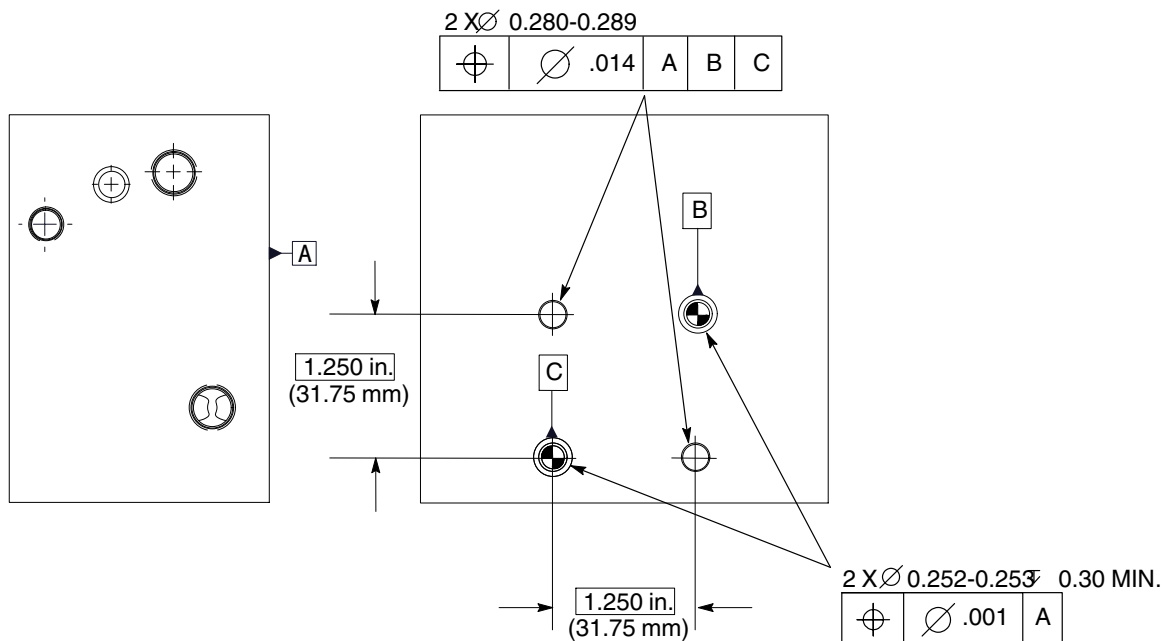

Abb. 4 Montage als Einzelgerät
1. Siehe Abbildung 4 zu den Werten für die Montage des Auftragskopfes an einer Montagefläche.